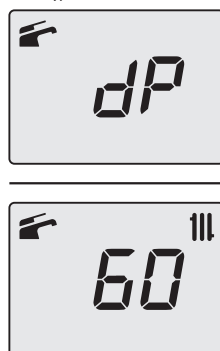

Figura 9.26
- Premendo ulteriormente il tasto 15 (Figura 9.20) è possibile variare nuovamente la potenza in modalità spazzacamino: con visualizzazione sul display LCD delle lettere **dP** che si alternano con il valore di temperatura dell'acqua di riscaldamento (es.60), siamo "funzione spazzacamino" alla potenza massima in sanitario" (Figura 9.26);